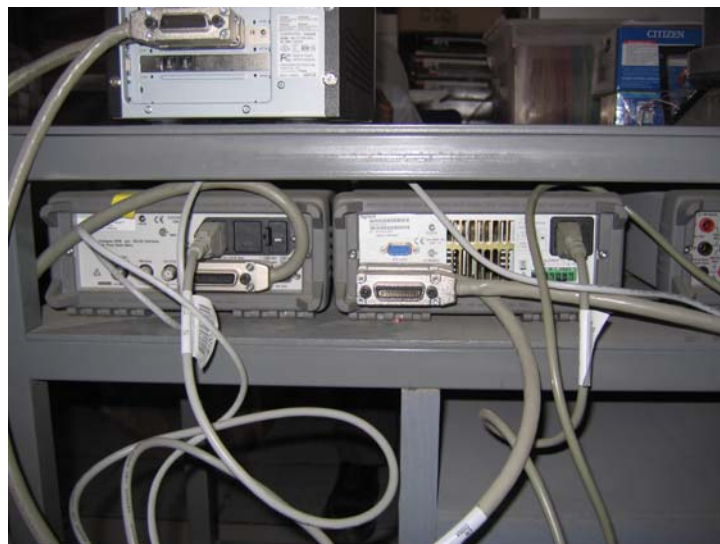

Figura 7.3: Conexión con instrumentos.
- Conexión de GPIB (figura 7.3).